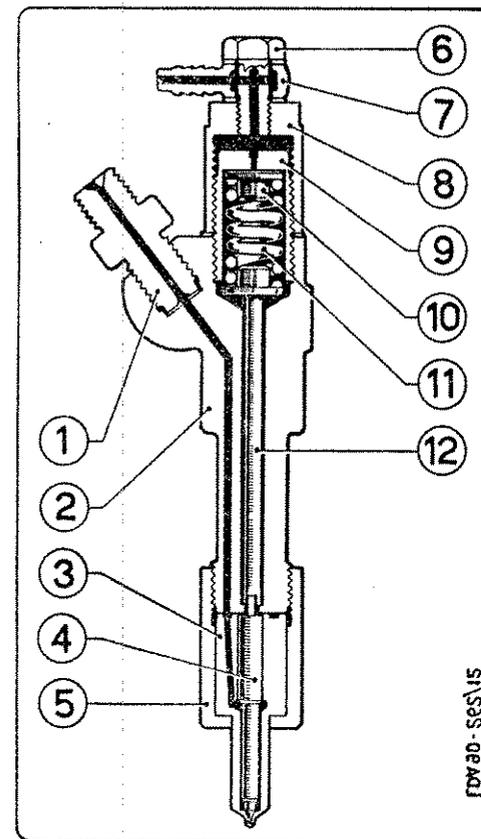

Fig. 2 - SEZIONE DEL POLVERIZZATORE CON PORTA-POLVERIZZATORE DEL COMBUSTIBILE
B) Polverizzatore e porta-polverizzatore. — Il polverizzatore è del tipo a fori multipli; è bloccato sul portapolverizzatore mediante una ghiera. Gli elementi del complesso si possono rilevare dalla fig. 2 pag. 7. Il polverizzatore ha i fori disposti in modo asimmetrico e pertanto, nel rimontarlo sul portapolverizzatore, occorre fare attenzione a far coincidere i grani di riferimento disposti su quest'ultimo; tali grani sono sistemati in modo che il polverizzatore possa essere correttamente montato in una sola prestabilita posizione.